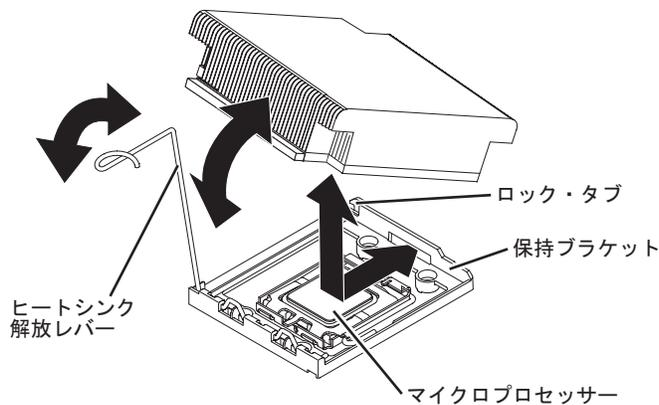

図43. マイクロプロセッサの上でのヒートシンクの位置合わせ
16. 熱伝導グリースが付いた面を下にして、ヒートシンクをマイクロプロセッサ上で位置合わせします。183 ページの図 43 を参照。